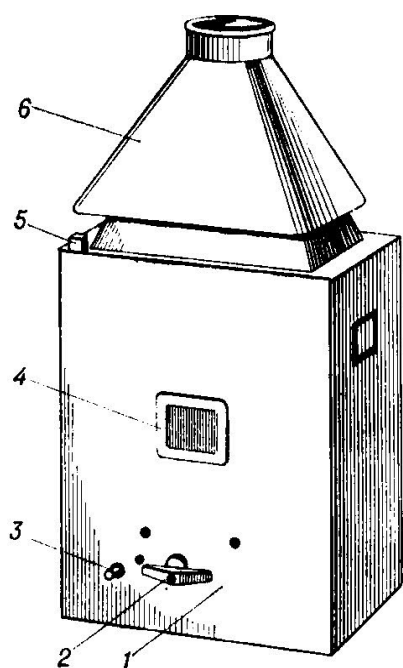

Рис. 8. Водонагреватель ВПГ-18-А-3-П:
*Водонагреватель ВПГ-18-А-3-П* (рис. 8) выполнен на базе модели ВПГ-18, из которой исключен биметаллический датчик пламени со штоком и клапаном, а взамен установлена термопара и перед